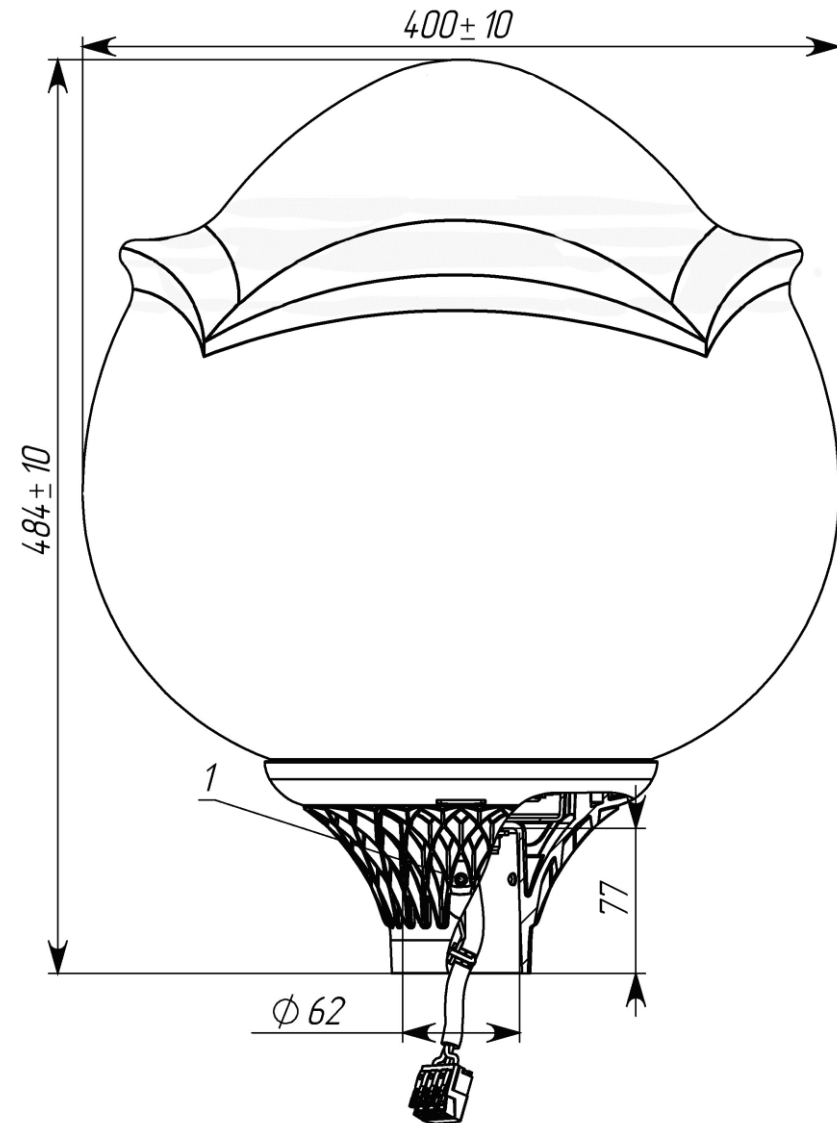

Рисунок 2
2.1 Светильники торшерные серии GALAD Адонис LED-40 (Рисунок 2) предназначены для функционально-декоративного освещения парков, скверов, бульваров, зон отдыха, территорий микрорайонов, коттеджных посёлков.
5.1 Светильник устанавливаются на трубу диаметром 50...60 мм и закрепляют тремя болтами М6 (поз.1 Рисунок 2) с усилием затяжки 5,9 – 9,4 Н.м.